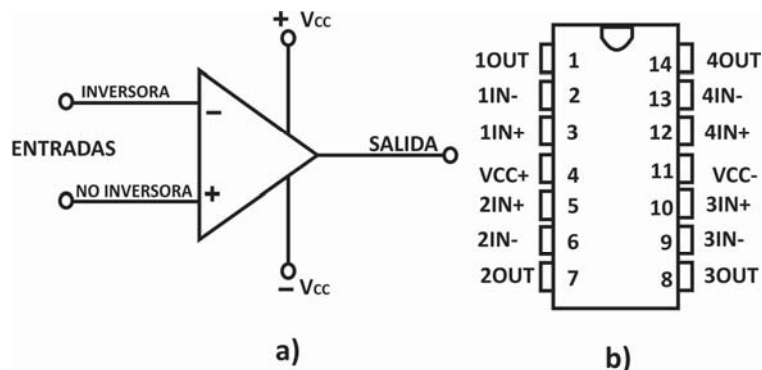

Figura 1 Amplificador Operacional a) Símbolo b) Encapsulado TL084
1.- Implementar el convertido de voltaje a corriente de la Figura 1 con V_i de 1 a 5 volts, Con $R_i=150k\Omega$, $R_{conductor}=100\Omega$ y variar la R_L con 2.2k Ω , 12k Ω . Llenando la siguiente tabla.
2.- Obtener los datos de la tabla, cambiar $R_i=330k\Omega$ y $R_{conductor}=47\Omega$; variar la R_L con $2.2k\Omega, 12k\Omega$ empleando el circuito de la Figura 1.